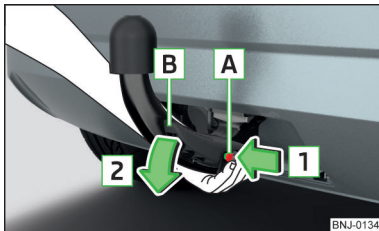

Abb. 160 Kugelstange lösen
- Die Kugelstange **von unten** fassen » Abb. 160.